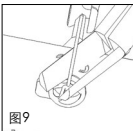

图 9
■ 图 9 最后, 在靠近平板状头的位置用剪钳(REF8000171)将杆剪断, 留下来的图钉样假体就是用于植入的假体, 可有效的防止术后脱位。其长度可变化, 但都必须将衬垫的移植物的厚度计算在内。